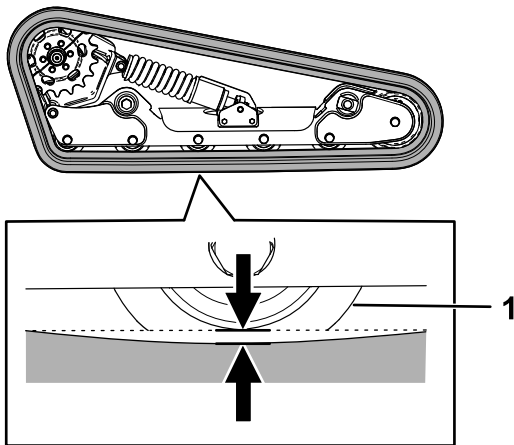

Figura 56
Eleve/apoye 1 lado de la máquina y, con el peso de la oruga, compruebe que el espacio entre la parte inferior del reborde de la rueda de rodaje y la oruga es de 12,7 mm, tal y como se muestra en la Figura 56. Si no es así, ajuste la tensión de las orugas usando el procedimiento siguiente.
5. Usando una llave de carraca de ½", gire el tornillo tensor hasta que la flexión de la oruga sea de 12,7 mm, tal y como se muestra en la Figura 56.
9. Compruebe que la flexión de la oruga es de 12,7 mm, tal y como se muestra en la Figura 56. Ajústelo si es necesario.
20. Usando una llave de carraca de 1/2", gire el tornillo tensor en sentido antihorario hasta que la flexión de la oruga sea de 12,7 mm, tal y como se muestra en la Figura 56.
25. Compruebe que la flexión de la oruga es de 12,7 mm, tal y como se muestra en la Figura 56.